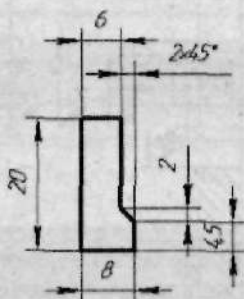
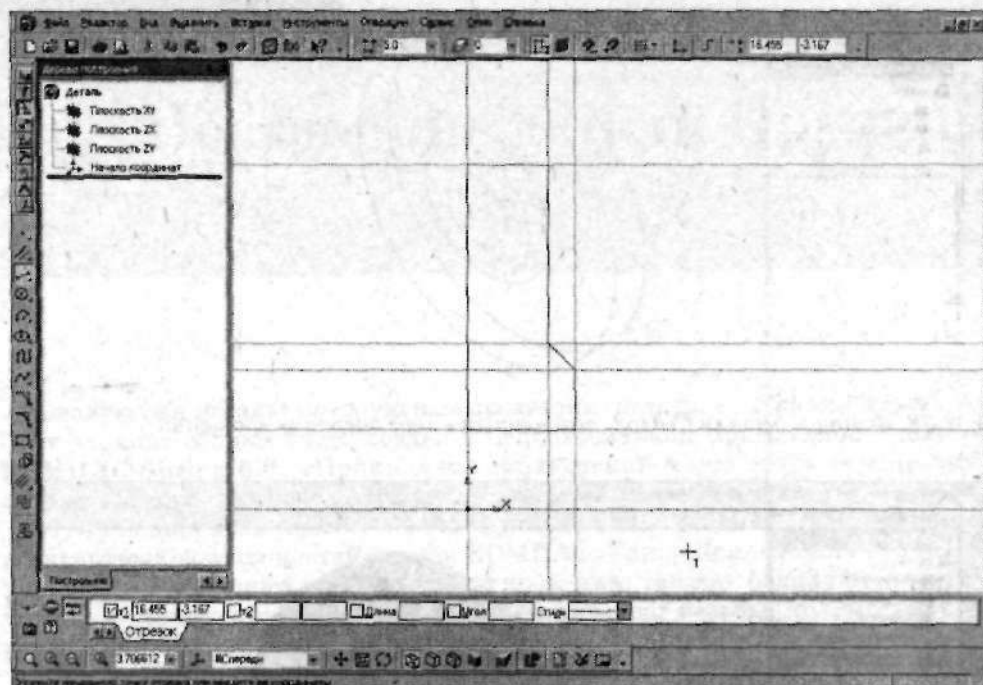

Рис. 2.72. Эскиз детали Седло2
Рис. 2.76. Эскиза детали Седло2 после выполнения обводки
Эскиз детали седло показан на рис. 2.72.
11. Последовательно соедините пересечения вспомогательных прямых в соответствии с эскизом, изображенным на рис. 2.72. Результат обводки показан на рис. 2.76.